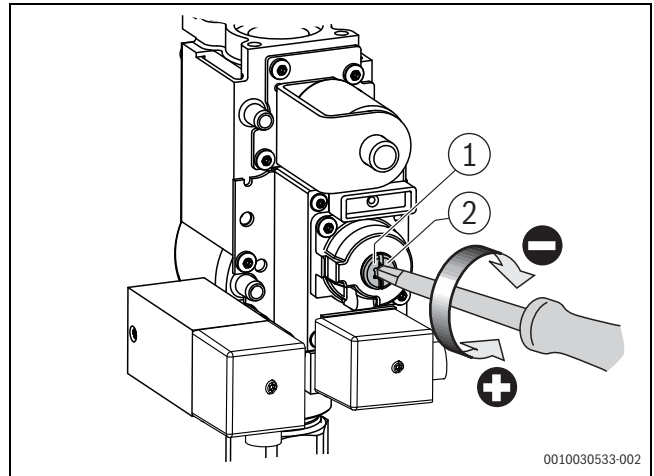

Bild 20 O₂-Gehalt bei Teillast einstellen (Kesselgröße 75 – 100 kW)
- ▶ Verschlusschraube an der Gasarmatur herausdrehen (→ Bild 20).
- ▶ O₂-Wert an der Teillast-Einstellschraube auf 4,5% -0,9%/+1,8% einstellen (→ Bild 20).